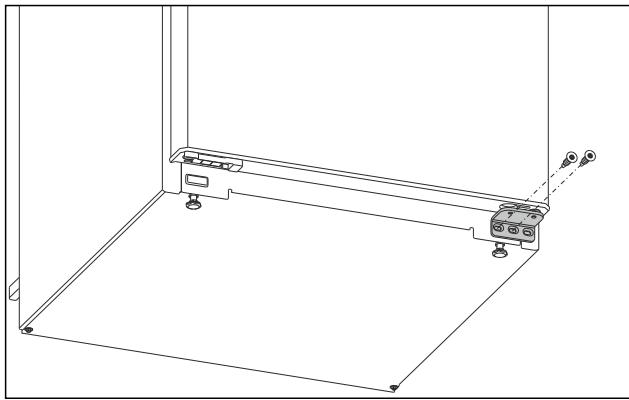

Fig. 6
- ▶ Desatornillar el tornillo central del caballete inferior con un destornillador Torx 20. Fig. 6 (1)
- ▶ Desatornillar el tornillo interior en el caballete inferior con un destornillador Torx 20. Fig. 6 (2)